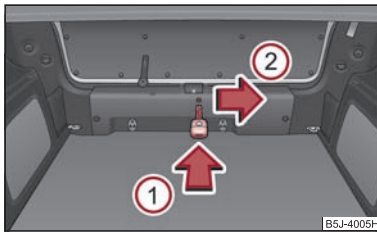

Abb. 30 Notentriegelung der Gepäckraumklappe
- Drücken Sie mit Hilfe eines schmalen Gegenstands, z. B. eines Schraubendrehers, den Bedienungshebel bis zum Anschlag in Pfeilrichtung ① => Abb. 30 und entriegeln Sie danach in Pfeilrichtung ②.